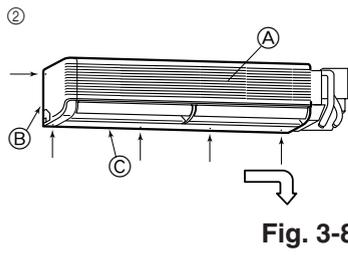

Fig. 3-8
B) Agujero pasante    D) Soporte de fijación en la pared ①
② Quite los cinco tornillos marcados con las flechas en el dibujo. (Fig. 3-8)
③ Retire el panel lateral izquierdo y el panel inferior.